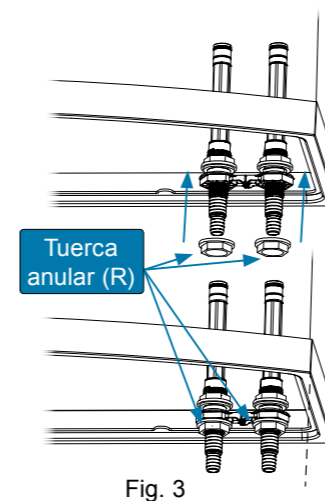
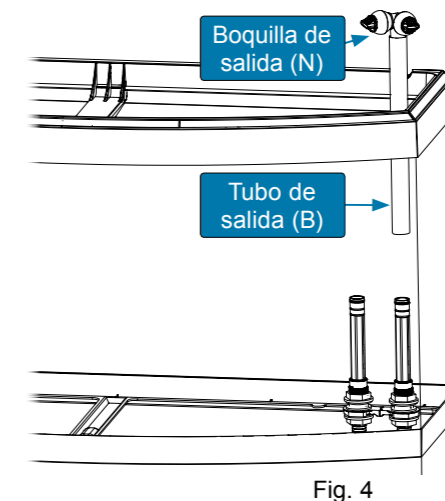
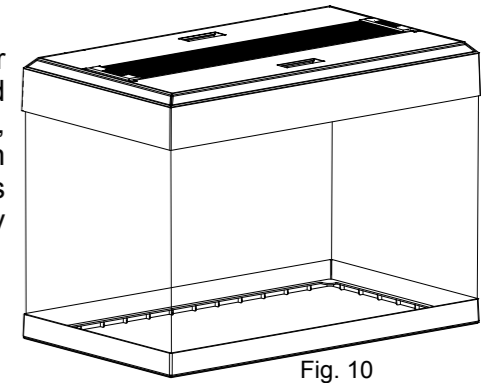

Fig. 3
Fig. 4
Fig. 10
- Abra el pedestal. Enrosque y ajuste la tuerca anular (R) en el extremo inferior del tubo (A) (Fig. 3).
- Inserte la boquilla de salida (N) en uno de los extremos del tubo de salida (B).
- Inserte el tubo de salida (B) en el tubo de conexión (A) (Fig. 4)
- Regule la altura de las boquillas de salida según sea necesario deslizando el tubo de salida (B) a lo largo del tubo de conexión (A).
- Las boquillas de salida (N) pueden girarse con facilidad para desviar el flujo de agua al lugar que se desee.
- Abra el pedestal. Enrosque y apriete la tuerca anular (R) en el extremo inferior del segundo tubo (A) (Fig. 3).
3. Coloque la viga de aluminio (B2) y las tapas de acceso frontal y posterior (B1) sobre el marco superior del acuario (Fig. 10). El modelo Venezia 350 viene con 2 vigas de aluminio y 3 tapas de acceso (ver la Fig. 3). Cerciérese de que el cable eléctrico y el enchufe no se mojen.